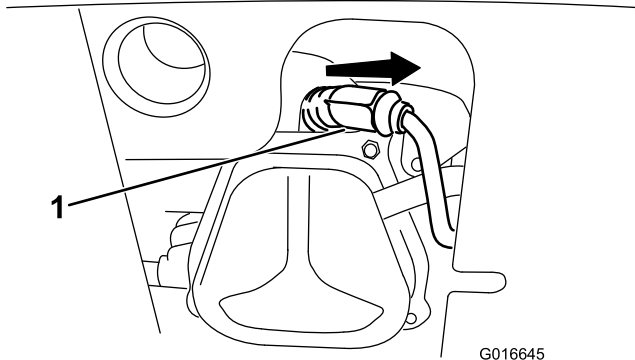

Bild 36
1. Entfernen Sie die Kappe (Bild 36).